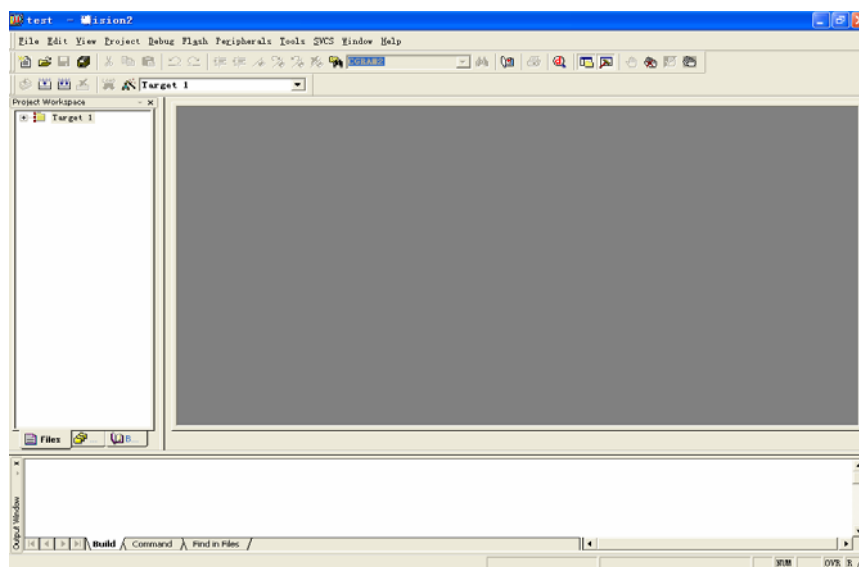

图 2-7
(4) 完成以上步骤之后我们就可以见到的 keil 界面如图 2-7